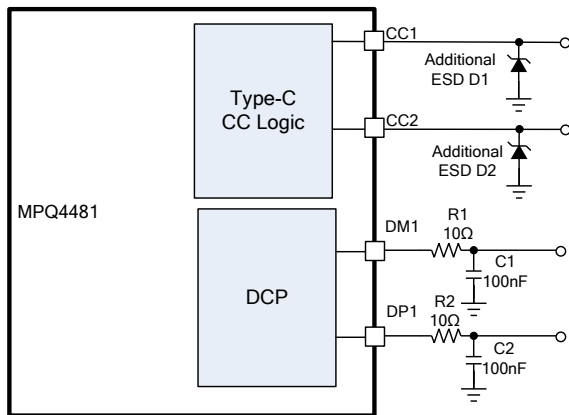

图 11: 推荐的 I/O 引脚 ESD 优化
所有 USB I/O 引脚都应考虑更高的 ESD 等级。MPQ4481 针对 USB 管脚、DP 和 DM，具有高达±8kV 的人体放电模式 ESD 保护功能；针对 CC1 和 CC2，具有±5.5kV 的人体放电模式 ESD 保护功能。ESD 结构在正常运行和设备断电时都能承受高 ESD。为了能进一步扩展 DP 和 DM 的 ESD 等级以覆盖复杂的应用环境，可以添加额外的电阻器和电容器（见图 11）。
10) CC 引脚 ESD 保护优化细节请见图 11。